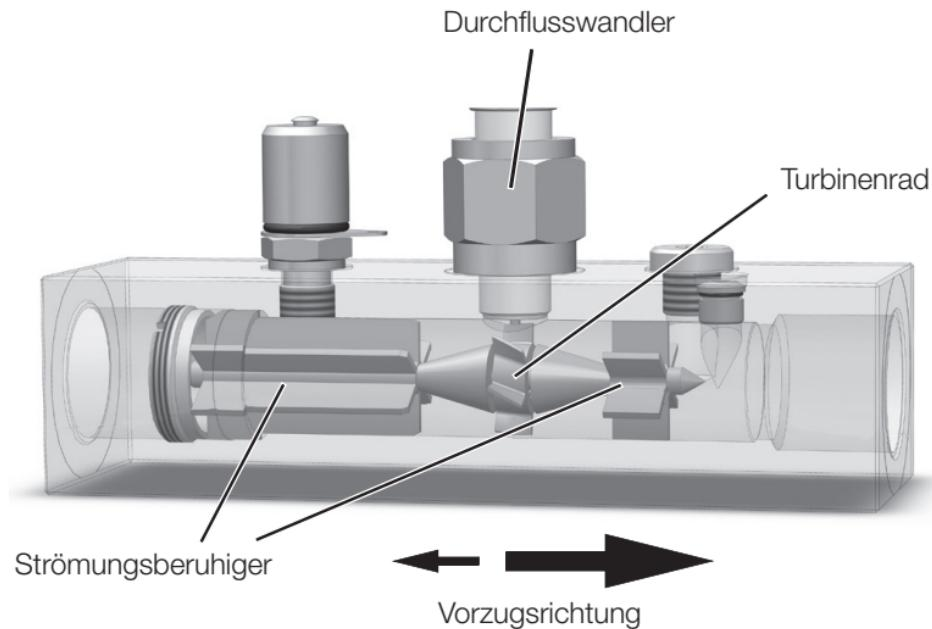

Abb. 2: Aufbau und Funktion
-  Niemals den Durchflusswandler (☞ Abb. 2 auf Seite 14) vom Gehäuse abschrauben!
- ▶ Niemals den Durchflusswandler (Abb. 2 auf Seite 14) verdrehen oder vom Gehäuse lösen!